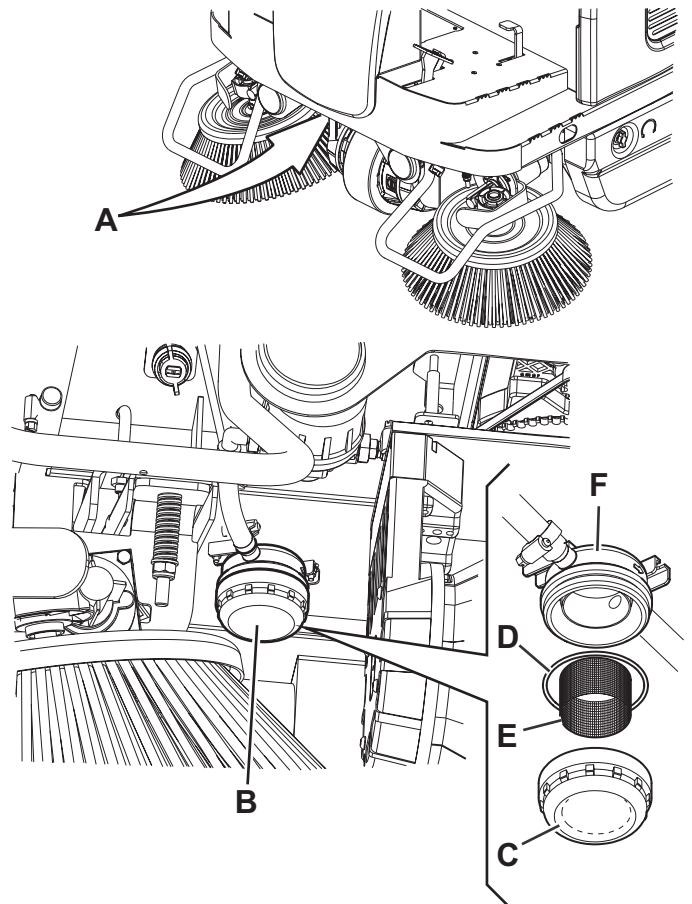

Figure 20
2. Tourner la clé de contact (61) sur « 0 » et serrer le frein de stationnement.
3. Sous la machine (A, Fig. 20), accéder au groupe filtre à eau (B) du système d'abattage des poussières.
4. Dévisser et enlever le couvercle transparent (C) avec le joint (D), puis enlever le filet filtrant (E).
5. Les nettoyer et les reposer dans le support (F).
- (B) : Fusible F1 (25 A) moteur système d'aspiration.
- (C) : Fusible F2 (25 A) moteur secoueur.
- (D) : Fusible F3 (3 A) carte afficheur.
- (E) : Fusible général F4 (10 A) (circuit clé).
- (F) : Fusible F5 (5 A) système d'abattage des poussières (optionnel).
- (G) : Fusible F6 (25 A) soulèvement conteneur déchets.
7. Enlever les vis (H, Fig. 20) et sortir le couvercle (I) du boîtier électrique (49).
- (J) : Fusible FA (50 A) moteur balai central.
- (K) : Fusible général F0 (150 A).